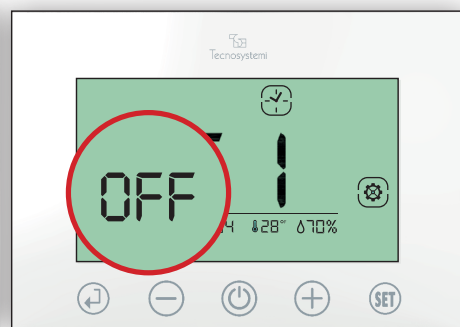

Fig.27
- 1.3 Verificare il lampeggio di OFF e fascia F1, premere il tasto  per impostare ON e confermare con  (Fig.27)